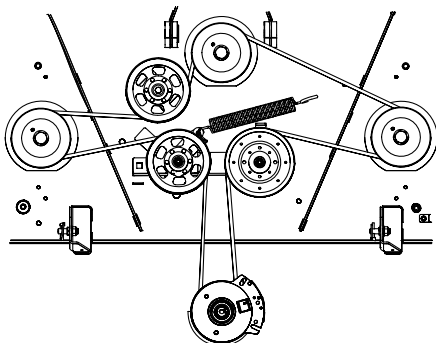

Figura 4-17
- Coloque la correa alrededor de las poleas locas que extrajo en el paso 3 con el lado en "V" orientado hacia adentro. Una vez que todo esté en su lugar, vuelva a colocar los elementos de ferretería y ajuste la tuerza de seguridad con brida para sujetar el conjunto. Vea la Figura 4-17.
- Pase la correa como se indica en la Figura 4-17 y vuelva a instalar la plataforma (consulte Instalación de la plataforma).